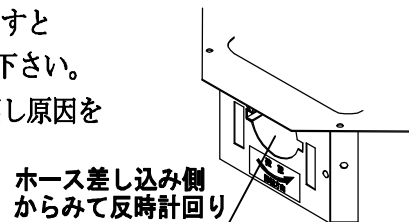

図1
- (1) 運転開始前に、モーターの回転方向を確認して下さい。（回転方向を矢印に合せて下さい。）（図1参照）
- (2) 必要以上にバネホースを空運転させないで下さい。空運転が続きますとホースに穴が開く恐れがあります。特に手動排出の場合、注意して下さい。
- (3) サーマルが働きモーターが止まった場合、一旦スイッチを停止に戻し原因を取り除いた後、2～3分後に再起動させて下さい。
- (4) 湿った粳の場合は、シャッターを絞り手動排出で粳を出して下さい。（絞りすぎに注意して下さい。）